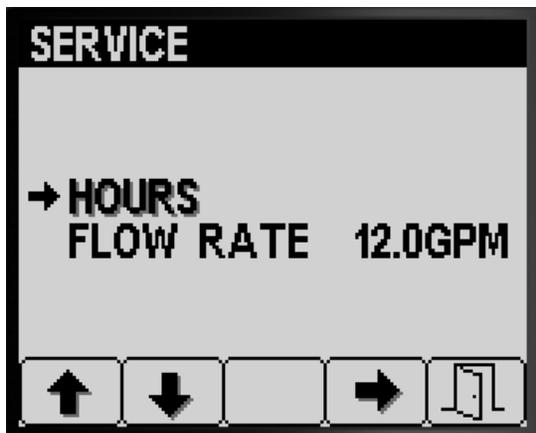

图 80
1. 按 Service 维护屏幕上的 1 号或 2 号按钮直至到达 HOURS 时数 选项 图 80。
2. 按 4 号按钮可选择 Hours 时数条目 图 80。